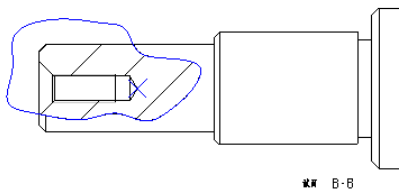

图 12-114 完成局部剖边界样条
- ⑦ 在该点周围按照一定的顺序依次单击若干点来产生边界样条，单击鼠标中键完成样条，接着在“绘图视图”对话框中单击“应用”按钮，效果如图 12-114 所示。